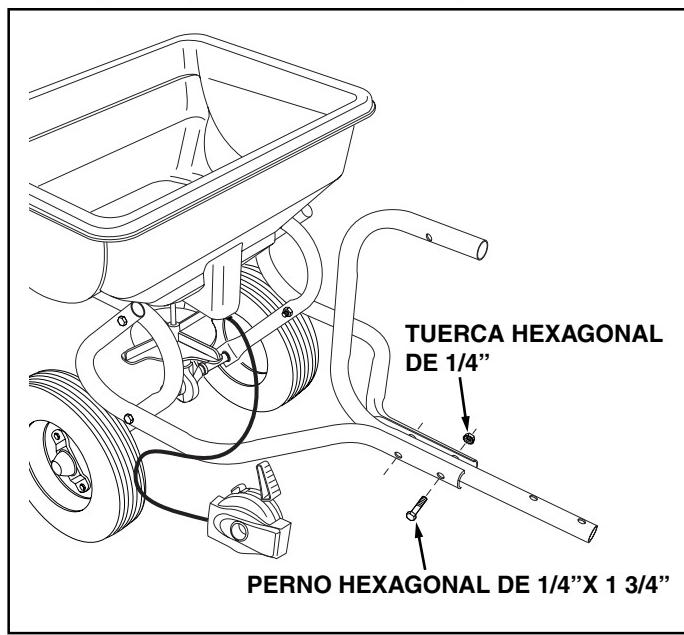

FIGURA 2
- Coloque el Tubo de Control de Enganche entre los Tubos de Enganche, usando dos pernos hexagonales de 1/4" x 1-3/4" y dos tuercas hexagonales de 1/4". **Apriete todos los pernos y las tuercas.** Vea la Figura 2.